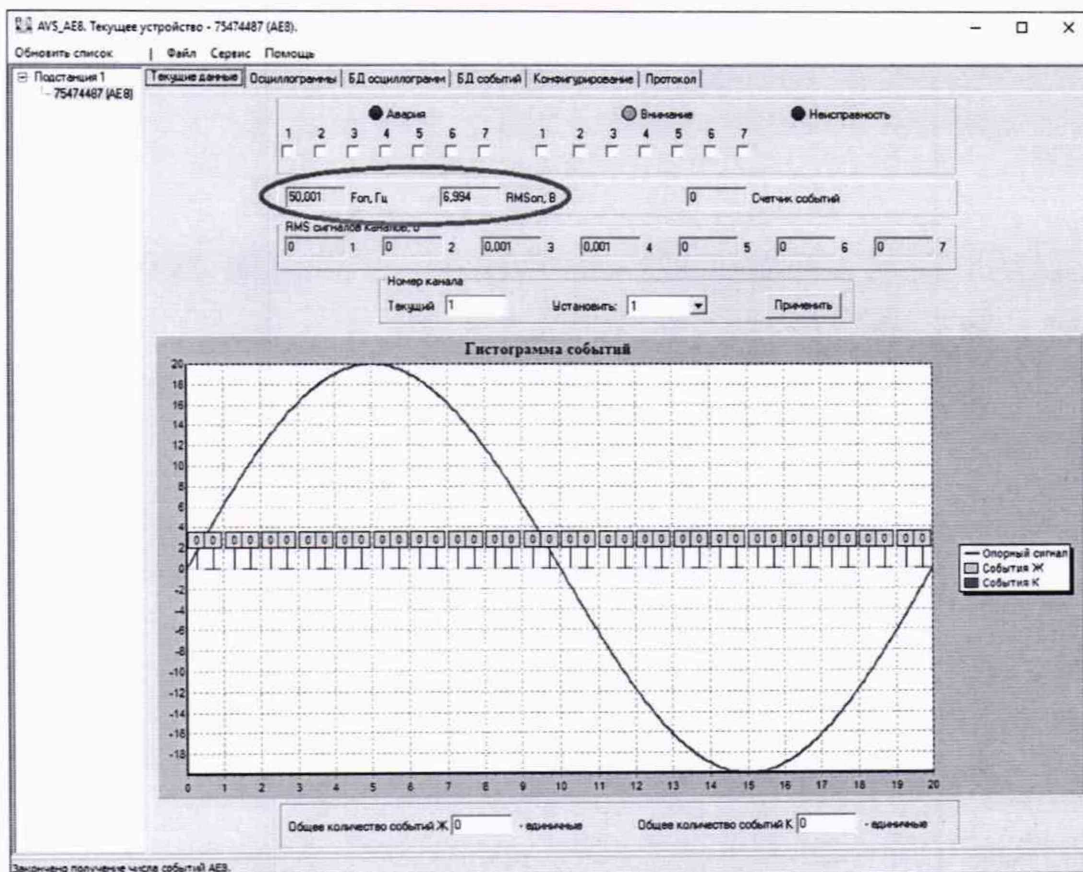

Рисунок 7 – Окно проверки параметров опорного сигнала от генератора
8.3.4 Нажатием кнопки «Переключение каналов» включите CH1. Проверьте в программе «AVS_AE8» во вкладке «Текущие данные» (рисунок 7) параметры опорного сигнала: они должны соответствовать заданным на генераторе.